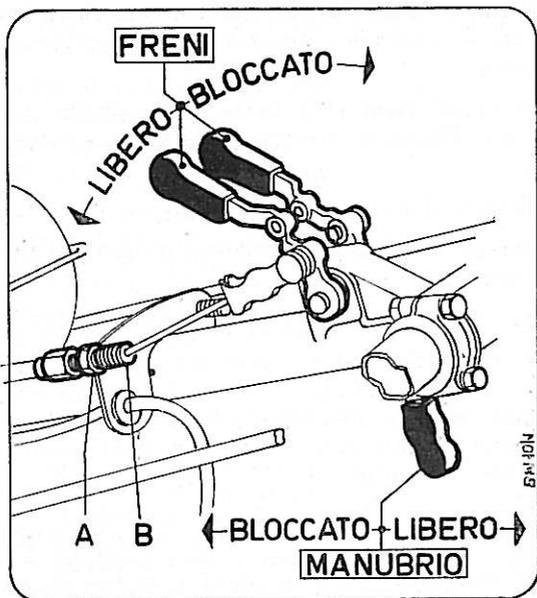

Fig. 6
**Registrazione freni (Fig. 6)** se il filo risulta troppo teso per allentarlo occorre procedere nel seguente modo: